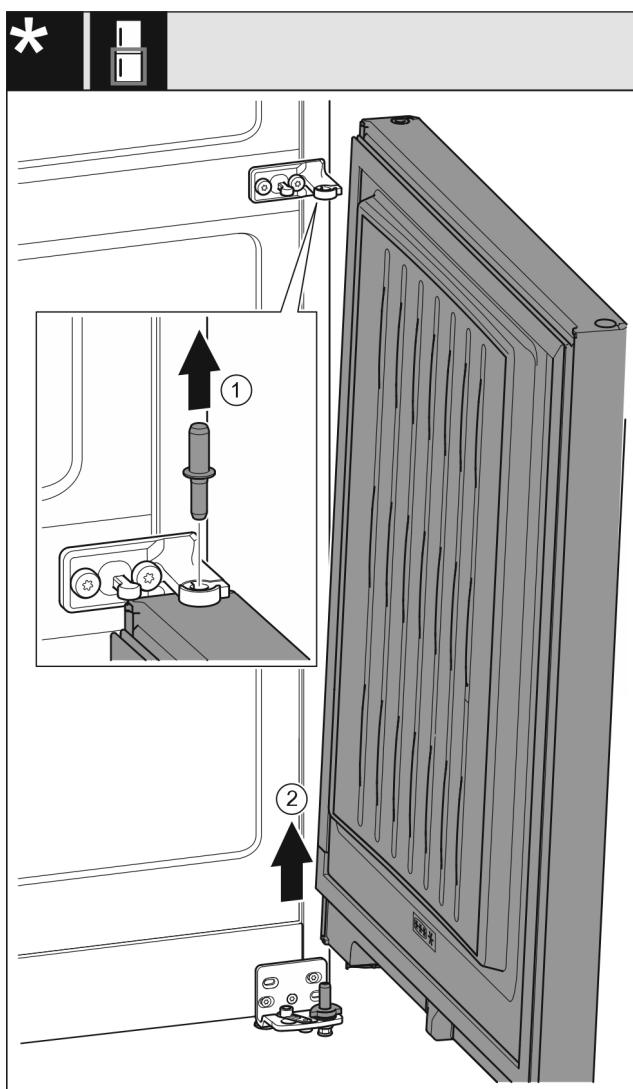

Fig. 11
- ▶ Izvucite svornjake prema gore. *Fig. 11 (1)*
- ▶ Zakrenite vrata prema van, povucite ih prema gore i stavite ih na stranu. *Fig. 11 (2)*